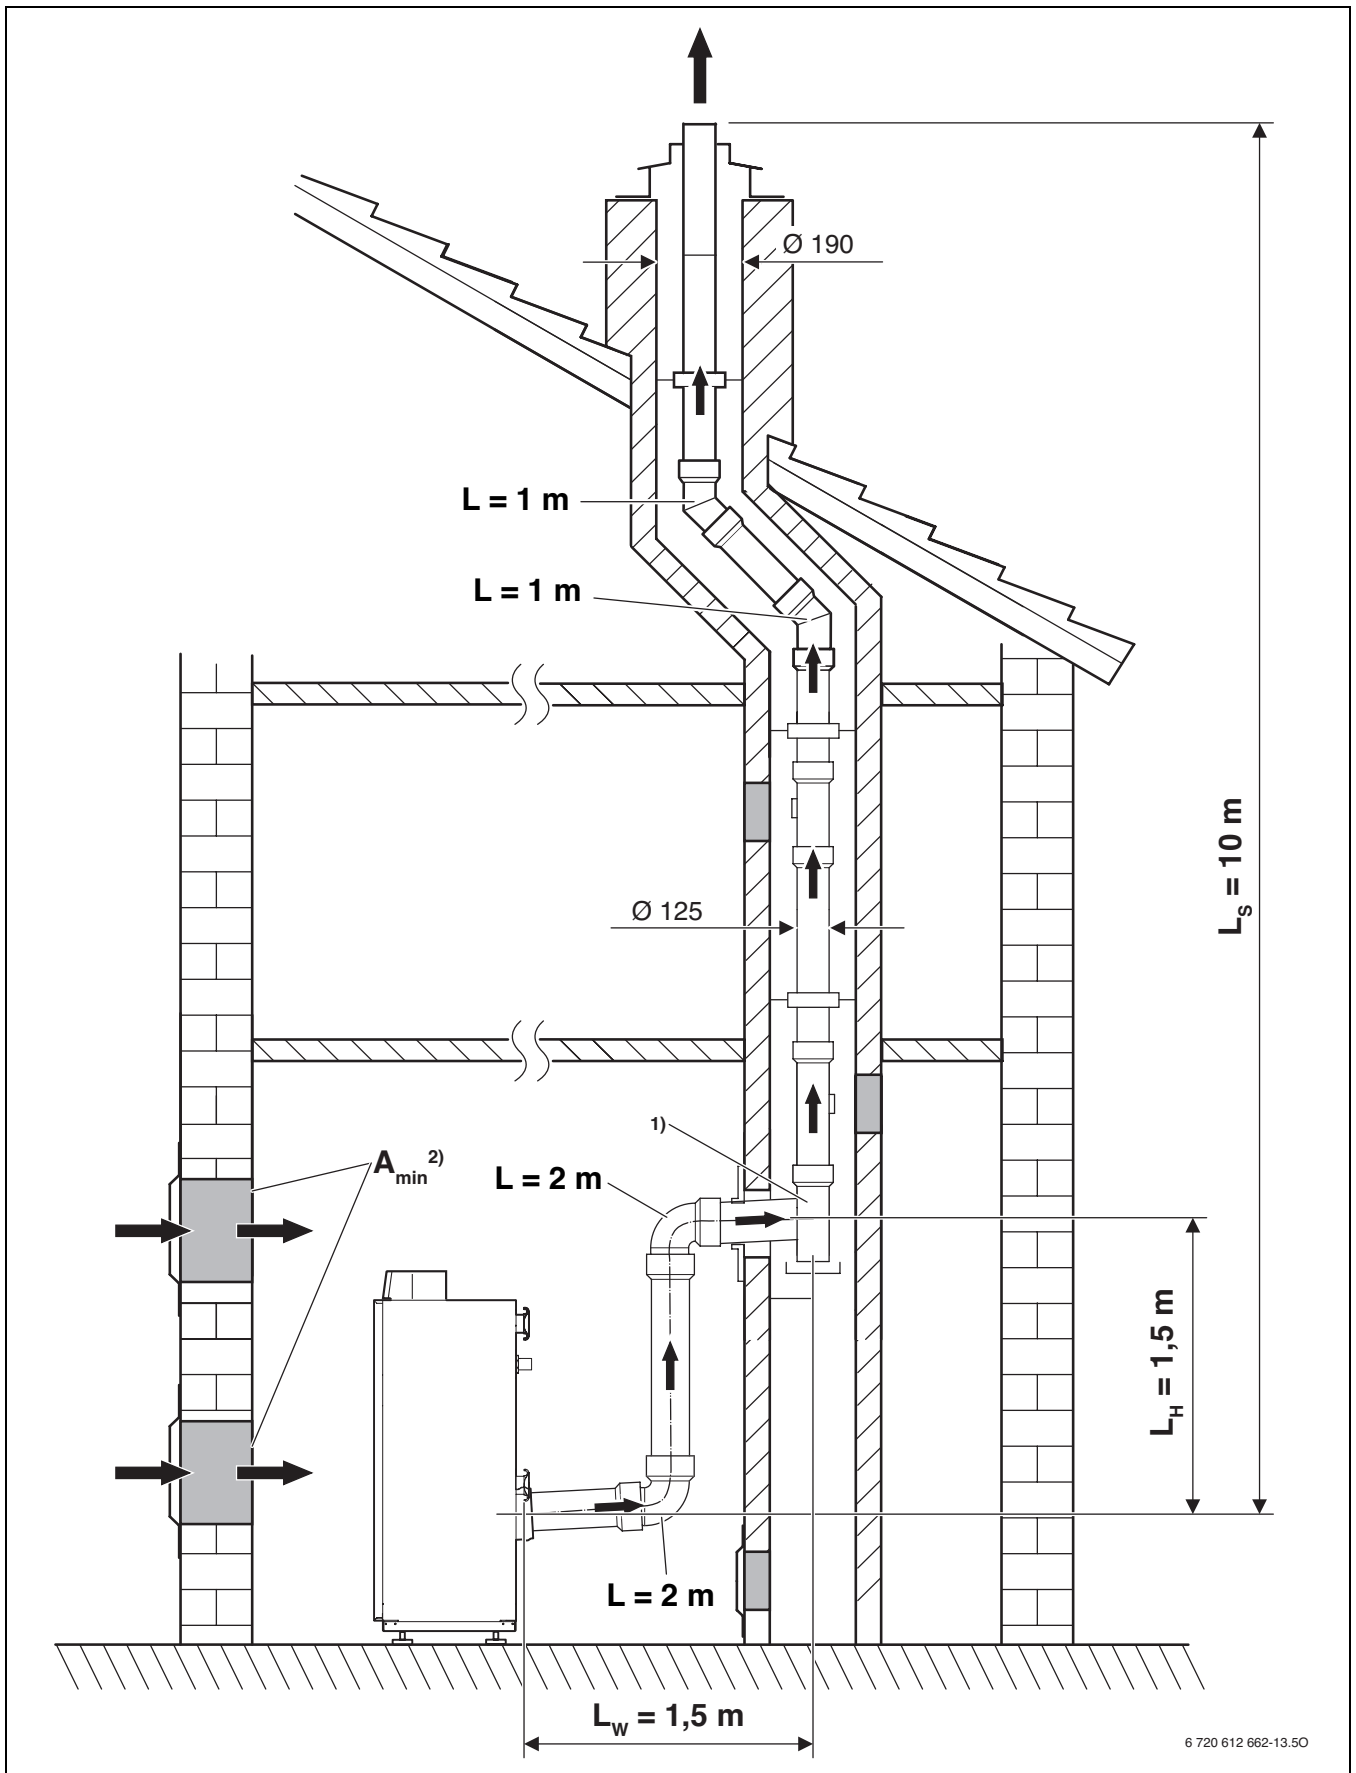

Bild 13
5.4 Beispiel zur Berechnung der Abgasrohrlängen (Bild 13)
Aus der vorliegenden Einbausituation (→ Bild 13) lassen sich folgende Werte ermitteln: